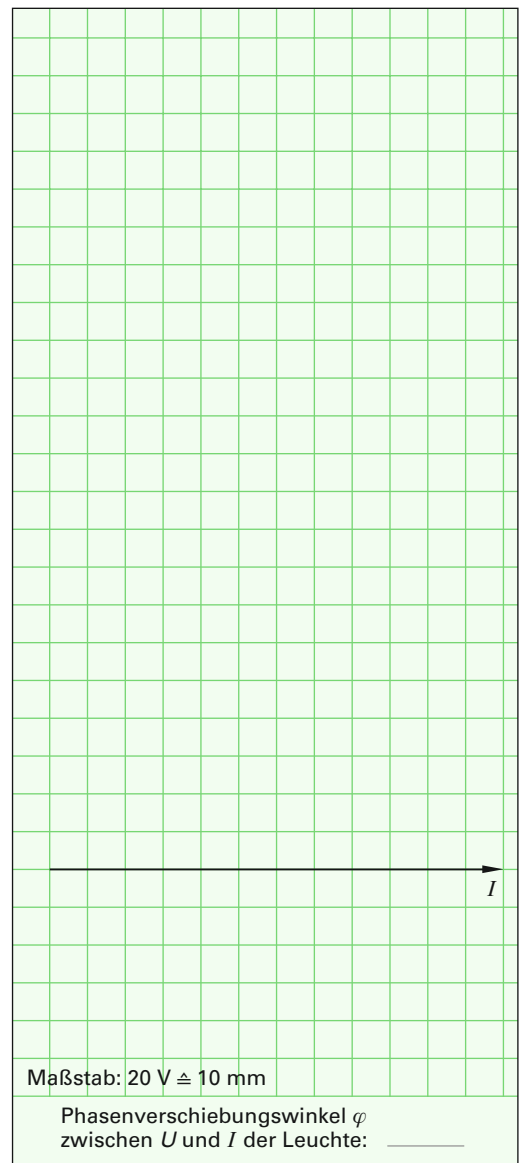

Bild 2: Zeigerbild aller Spannungen der Leuchte
2. **a)** Was meint ein Elektronik-Fachmann, wenn er sagt, dass Spannung und Strom phasenverschoben sind? **b)** Mit einem Oszilloskop wurden Spannung und Strom an einem Verbraucher gemessen (**Bild 2**). Um welche Belastungsart, z.B. ohmsche-induktive oder ohmsche-kapazitive Last, handelt es sich? Begründen Sie.